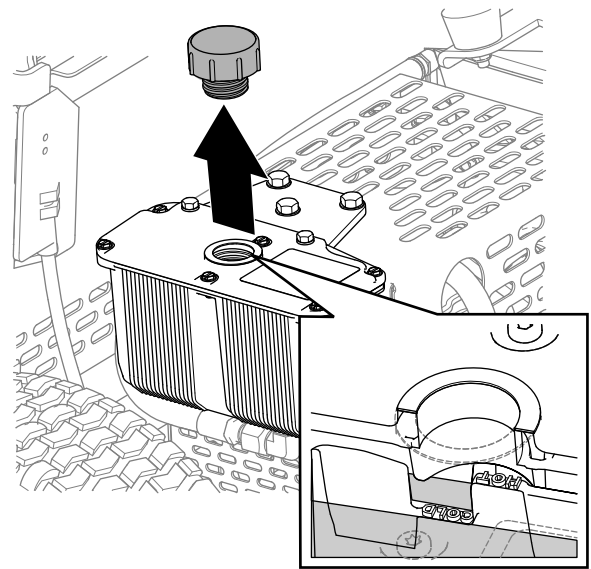

Figure 36
3. Enlevez le bouchon et contrôlez le niveau de liquide hydraulique dans le réservoir (Figure 36).